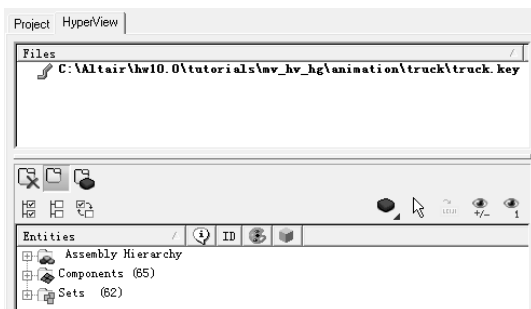

图 13-8 打开模型文件
- (1) 单击 Model files view (📁) 按钮，在模型浏览区打开模型文件，如图 13-8 所示。